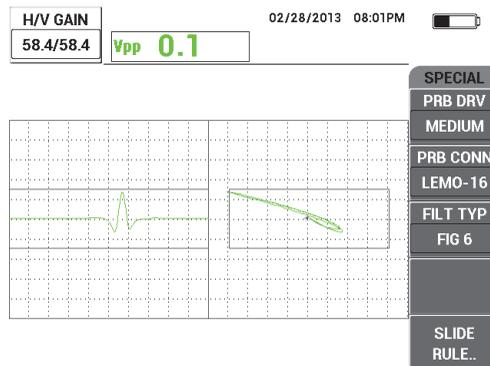

Figura 5-66 Ajuste de ganancia
7. Pulse la tecla **GAIN (dB)** y, después, reduzca la ganancia horizontal hasta que la señal de la perforación esté incluida entre la primera división horizontal (10 % horizontal). Vea la Figura 5-66 en la página 192.